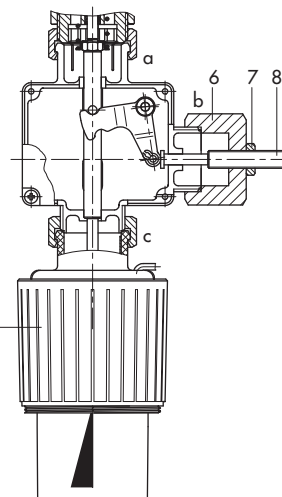

Bild 4 · Doppelanschluss Do3 K, Thermostat Typ 2430 K und Handverstellung
Doppelanschluss Do3 K mit Handverstellung (Bild 4) zum manuellen Schließen des Ventils oder zur Hubbegrenzung Anschluss c Regelthermostat, Anschluss b Handverstellung.
Der **Doppelanschluss** ist bei den Temperaturreglern zwischen Ventil (1) und Regelthermostat (5) angeordnet. An den Anschlüssen b und c wird jeweils der zusätzliche Regelthermostat (Bild 4) angebaut. Die Handverstellung ist an Anschluss b anzuschließen.
Der Hub der montierten Einheit wirkt direkt (Anschluss c) oder über den Hebel (3) – Anschluss b – auf den Übertragungsstift (4). Dieser bewegt Kegelstange (2) und Kegel. Mit der Kegelstange ist jeweils die Einheit gekuppelt, die den größten Hub aufweist. Die Handverstellung (Bild 4) ist somit eine Hubbegrenzung.